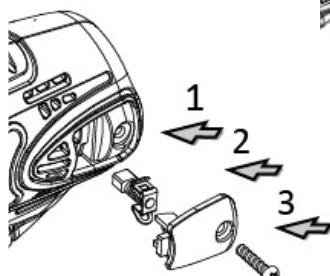

Fig. 2
B. Sostituire due nuove spazzole di carbonio su entrambi i lati, destro e sinistro (vedere fig. 2, passaggio 1).
D. Utilizzare un cacciavite per serrare la vite del coperchio posteriore dell'alloggiamento (vedere fig. 2, passaggi 2 e 3).